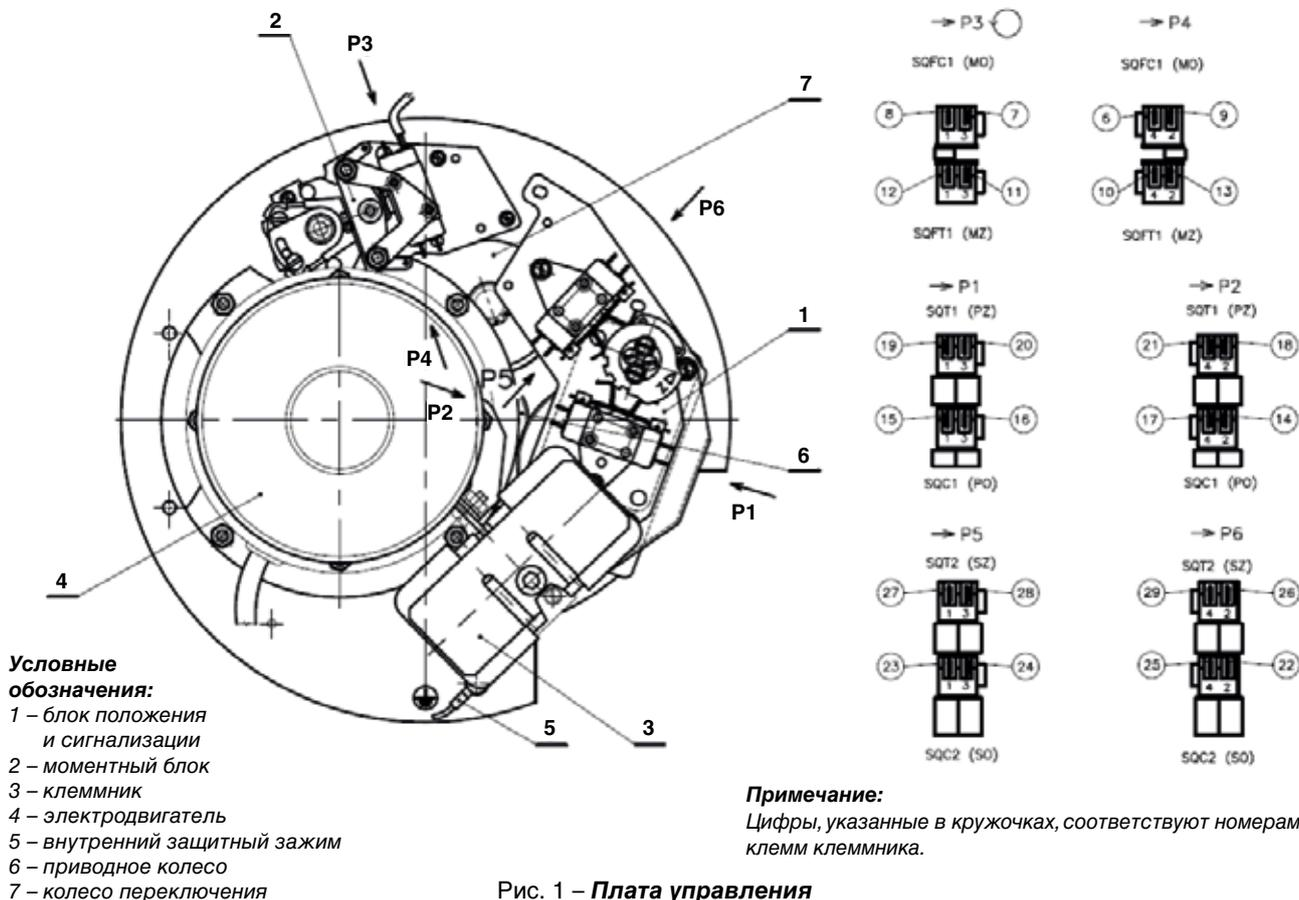
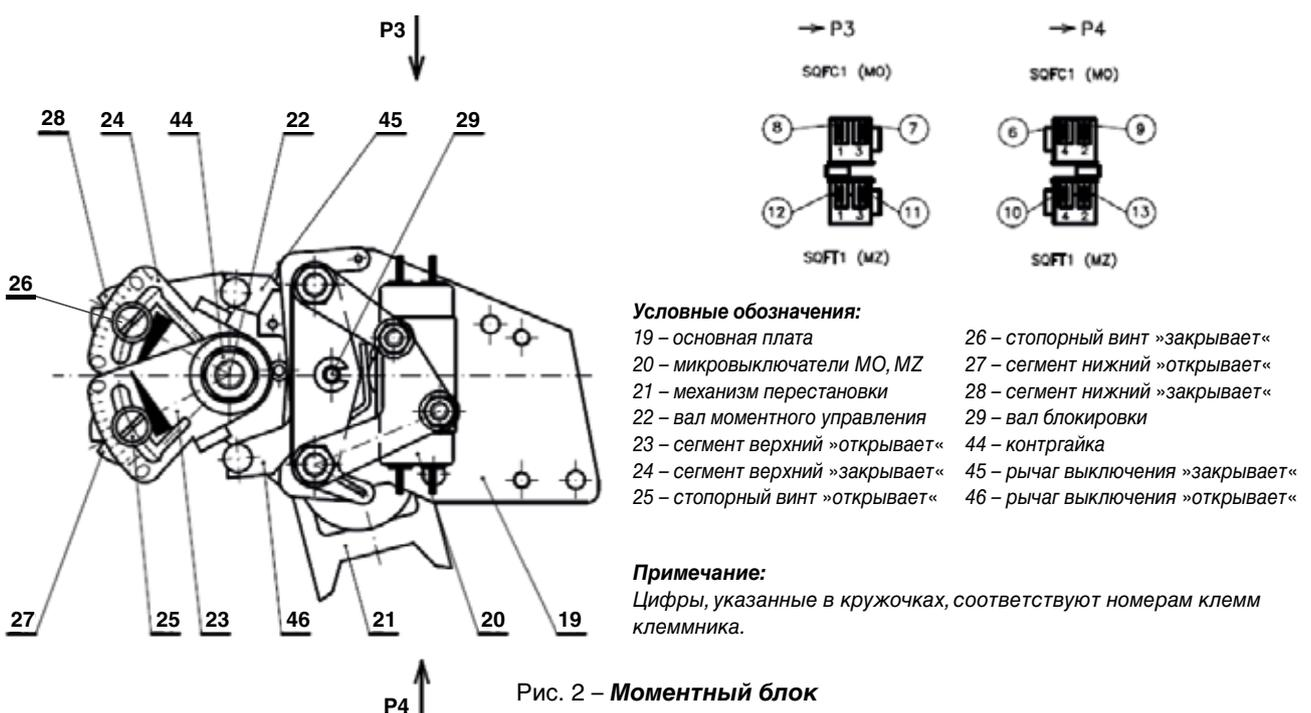

Рис. 1 – Плата управления
Рис. 2 – Моментный блок
управления в соответствии с рис. 1 – блок положения и сигнализации 1, моментный блок 2 и клеммник 3. Блок положения и сигнализации оснащен четырьмя микровыключателями – по два микровыключателя для каждого направления вращения выходного вала. Точка срабатывания каждого микровыключателя устанавливается самостоятельно в пределах рабочего хода электропривода. Блок момента оснащен самостоятельно устанавливаемыми микровыключателями – по одному для каждого направления вращения.
а) Блок моментного выключения – рис. 2 является самостоятельным монтажным узлом, образованным основной плитой –19–, на которой установлены микровыключатели –20– и которая одновременно образует подшипники для вала моментного управления –22– и вала блокировки –29–.
Для установки момента выключения, отличающегося от момента, установленного на заводе-изготовителе, следует ослабить контргайку –44– (см. рис. 2), а также соответствующий стопорный винт –26– (для направления »закрывает«) или –25– (для направления »открывает«), Потом следует вставить отвертку в шлиц верхнего сегмента –24– или –23– и поворачивать сегмент до момента, когда вырез в сегменте –28– или –27– будет показывать соответствующее место на шкале. Для определения этого места разность между максимальным и минимальным устанавливаемым моментом в Нм следует разделить на количество делений между знаками максимального и минимального моментов. В результате этого определяется цена деления шкалы в Нм и путем интерполяции находится место на шкале, которое должен показывать вырез в сегменте –28– или –27–.
- 2) Если после пуска электропривода в случае, когда выходной вал электропривода находится в конечном положении, выходной вал самопроизвольно останавливается, то необходимо обеспечить, чтобы вырез в колесе переключения (рис. 1) останавливался в конечном положении выходного вала электропривода (после выключения моментного выключателя) перед достижением механизма перестановки –21– (рис. 2). Для этого следует подходящим образом повернуть выходной вал электропривода при соединении электропривода с арматурой или путем подходящего поворота колеса переключения относительно выходного вала. Колесо переключения для этой цели имеет два дополнительных отверстия.